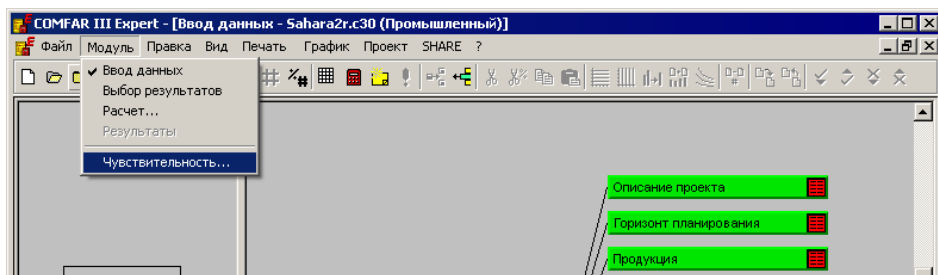

Рисунок 120: Меню Модуль
- Выберите **Чувствительность** из меню Модуль (рис. 120).